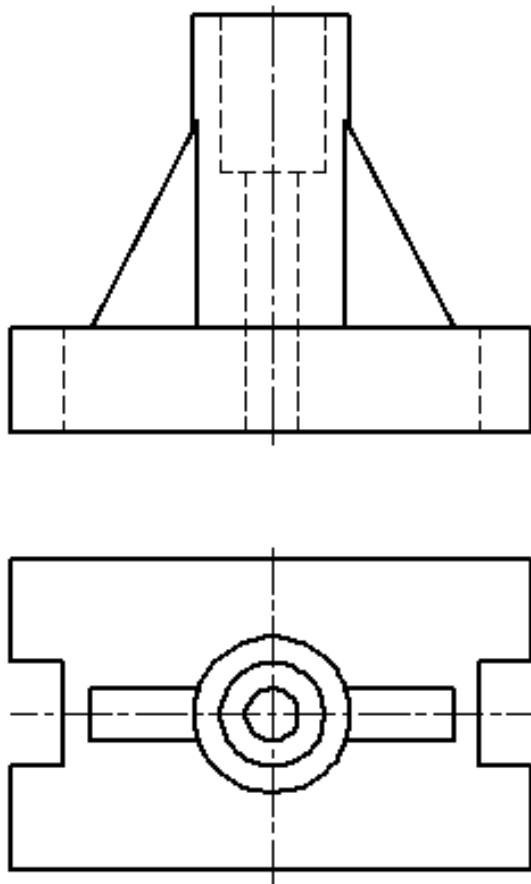

Рис. 3.30
1. На формат А3 перекреслити два задані вигляди деталі (вигляд спереду та вигляд зверху) згідно з індивідуальним завданням відповідно до варіанту (рис. 3.30).